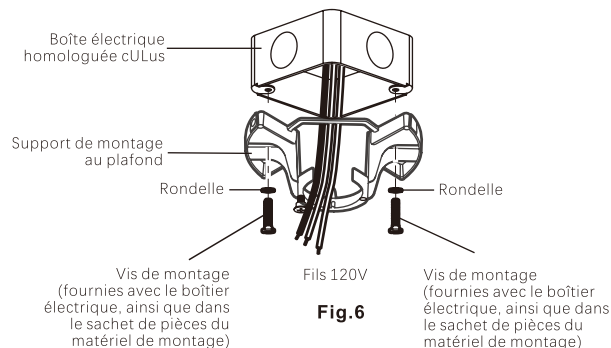

Fig.6
Étape 3. Faites passer les fils d'alimentation de 120 volts de la boîte de sortie du plafond par le centre du support de montage au plafond. (Fig.6)
Étape 4. Fixez le support de montage au plafond à la boîte de sortie à l'aide des vis et des rondelles fournies avec la boîte de sortie. (Fig.6) (Également fournies dans le sachet de pièces de montage.)